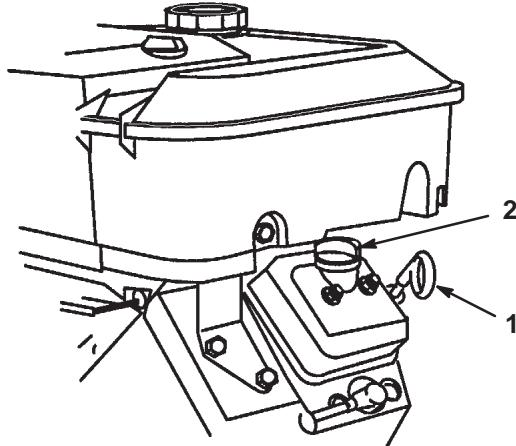

Bild 2
2. Reinigen Sie den Bereich um den Ölpeilstab herum (Bild 2), damit kein Schmutz in den Einfüllstutzen gelangen und so den Motor beschädigen kann.
4. Schieben Sie den Ölpeilstab vollständig in das Einfüllstutzen (nicht in den Einfüllstutzen einschrauben). Ziehen Sie den Peilstab wieder heraus und kontrollieren das Metallende. Entfernen Sie bei niedrigem Ölstand den Fülldeckel von der Ventilabdeckung (Bild 2) und gießen so viel Öl ein, dass der Ölstand die „Voll“-Marke am Peilstab erreicht; siehe „Warten des Motoröls“ auf Seite 24 für die korrekte Ölsorte und -viskosität. Gießen Sie Öl langsam ein und kontrollieren den Ölstand häufiger während des Füllens. **Füllen Sie nicht zu viel Kraftstoff ein.**